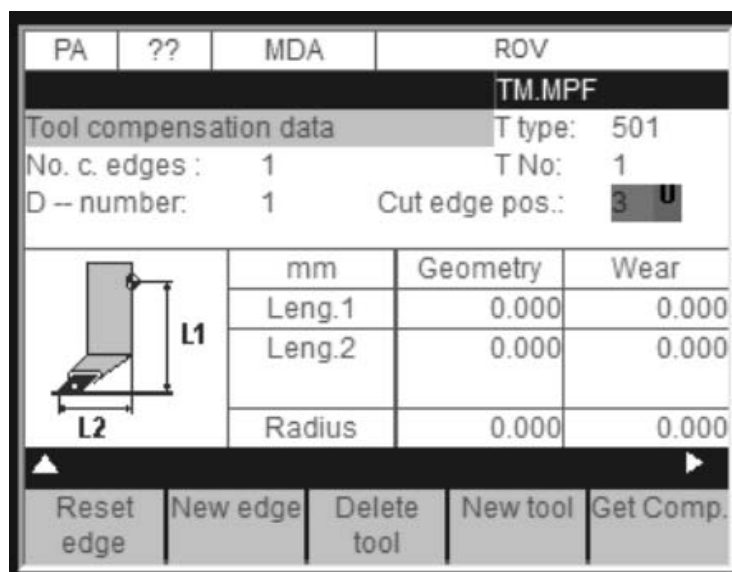

Рисунок 2.17 – Окно параметров привязки инструмента
9.1 Нажать клавиши «MENU SELECT», «Parameter», затем «Tool Corr.» (рисунок 2.17).